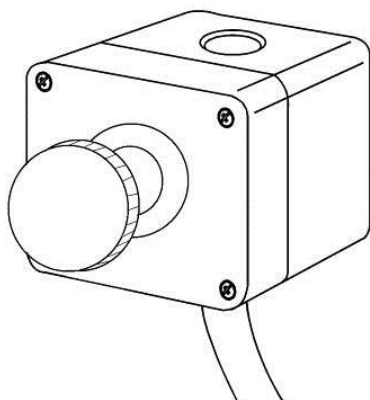

Рис. 13
Станок остановится при нажатии красной кнопки OFF (ВЫКЛ.) (B) или переключателя OFF (ВЫКЛ.) на пульте выключения (U, рис. 1, Рис. 13).
Пульт выключения (U, Рис. 1, Рис. 13) останавливает станок.